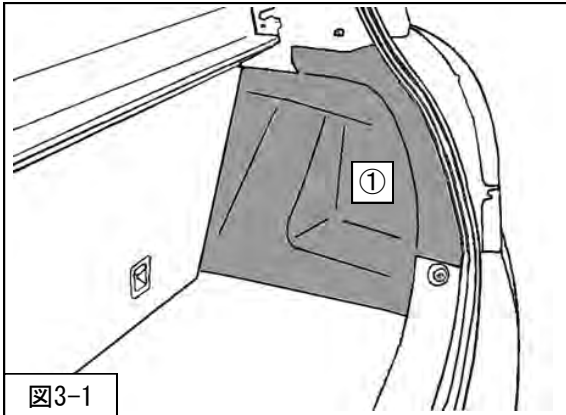

図3-1
1. ①トランクサイドトリムを取外してください。(図3-1)